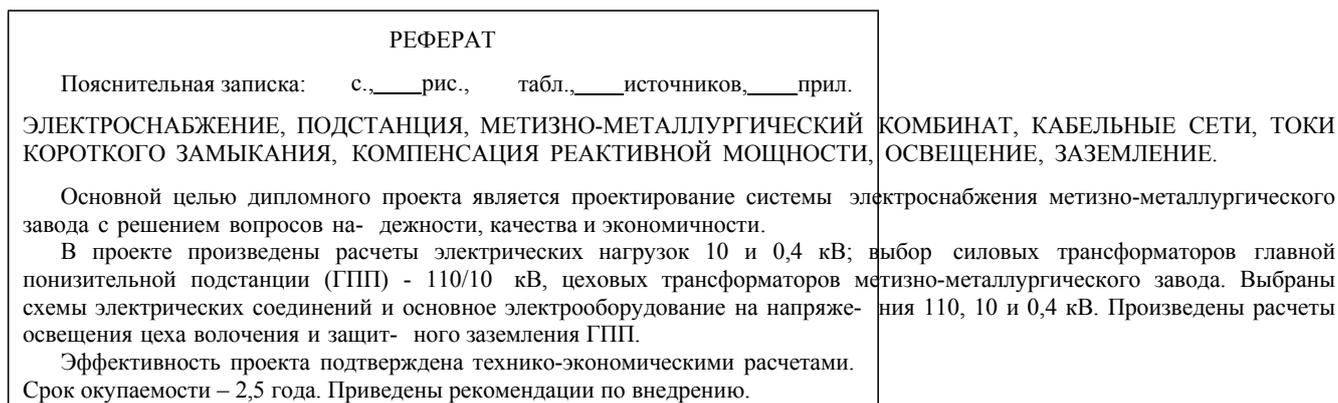

Рис. 2.1. Пример оформления реферата ВКР
**Реферат ВКР** – это сокращенное содержание пояснительной записки с основными фактическими сведениями и краткими выводами. В реферате указывают тему, развернутую структуру работы (количество страниц, таблиц, иллюстраций и т.п.), ключевые слова и краткую аннотацию (принятые автором технические решения, область их применения, экономическая эффективность и рекомендации по внедрению). Объем реферата не должен превышать одной страницы. Пример оформления реферата приведен на рис. 2.1.